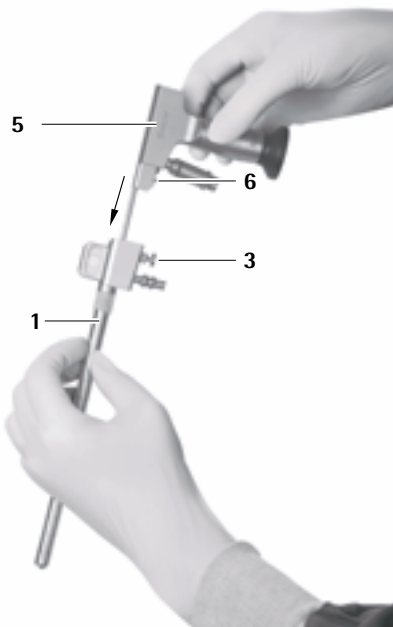
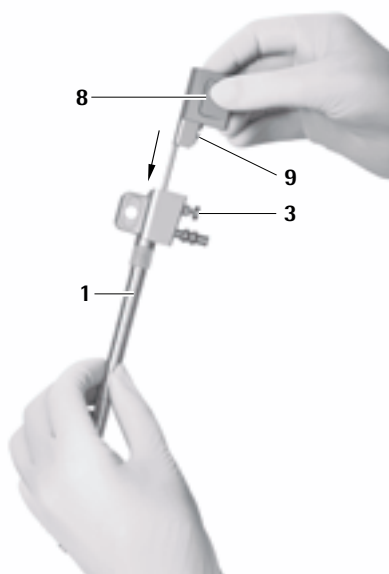

Fig. 14
Fig. 15
- Asegurarse de que el perno de bloqueo 6 del endoscopio 5 y el perno de bloqueo 9 del obturador para el canal de óptica 8 se encuentran en el mismo lado que el botón de desenclavamiento 3 del trocar MINOP inVent1, ver Fig. 14 y ver Fig. 15.